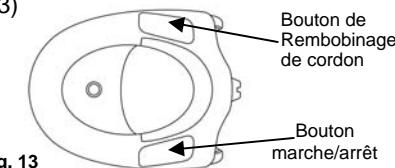

Fig. 13
2. Appuyez sur l'interrupteur Marche/Arrêt pour mettre l'aspirateur en marche. (Fig. 13)
3. Pour rembobiner le cordon d'alimentation, appuyez sur le bouton de rembobinage du cordon et maintenez la prise du cordon d'une main afin de vous assurer qu'elle ne fouette rien ni personne ce qui pourrait entraîner des blessures ou des dommages. (Fig. 13)
- Appuyez sur le bouton d'arrêt et débranchez la fiche de la prise électrique. Ensuite, appuyez sur le bouton de rembobinage du cordon. (Fig. 13)